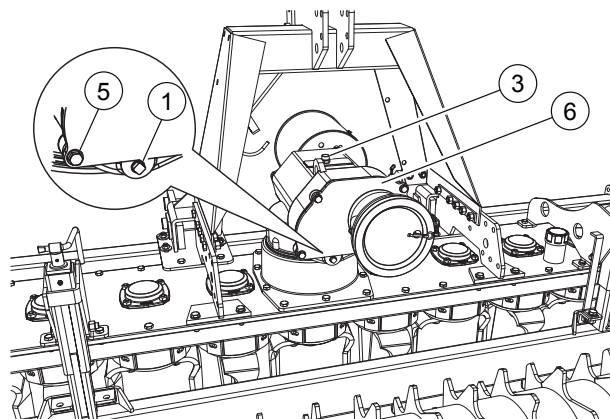

FIG. 39
- Desserrer les vis (5, "Fig. 39"). Enlever le couvercle (6).
- Remonter le couvercle (6). Serrer les vis et les écrous.
Pour contrôler le niveau de l'huile dans la boîte de vitesse dévisser le bouchon avec jauge (3, "Fig. 39"). Contrôler le niveau avec les indications sur la jauge. Si nécessaire remplir jusqu'au niveau.